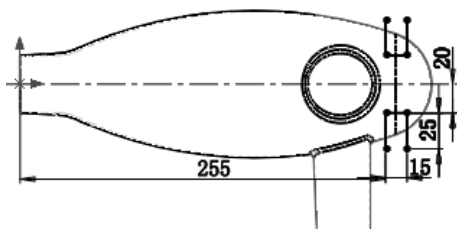

图 6.15.35 草图 12
Step33. 创建如图 6.15.35 所示的草图 12。选取前视基准面作为草图基准面，绘制如图 6.15.35 所示的草图 12。